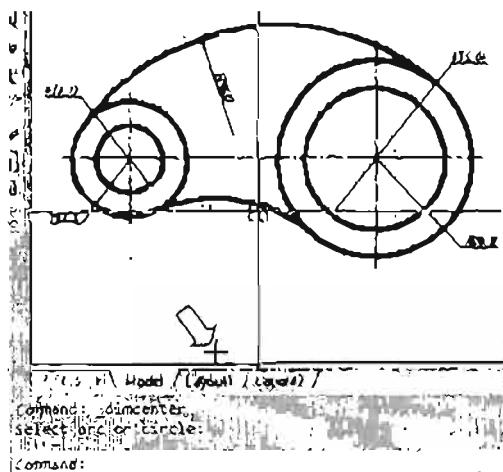

Рис. 5.53. Нанесение маркера центра
- 1) маркером центра DIMCENTER определите расположение центра дуги (рис. 5.53);